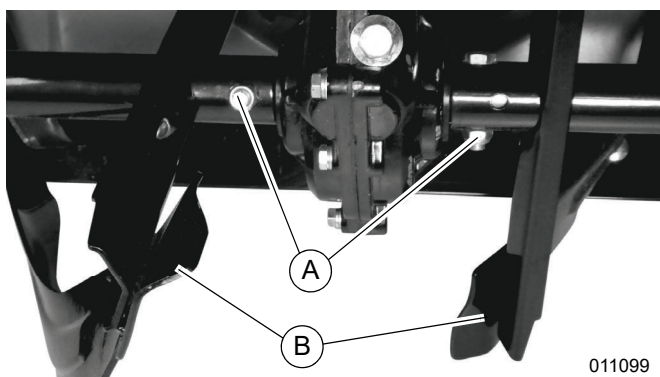

Figure 4-4. Contrôle et changement des vis de cisaillement de tarière
1. Voir **Figure 4-4**. Retirer les vis de cisaillement et les écrous-freins (A) à l'aide de deux clés de 13 mm.